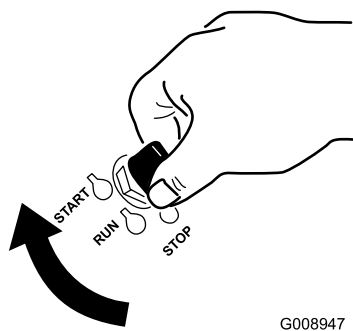

Figura 18
1. Rode a chave da ignição para a posição ARRANCAR (Figura 18).